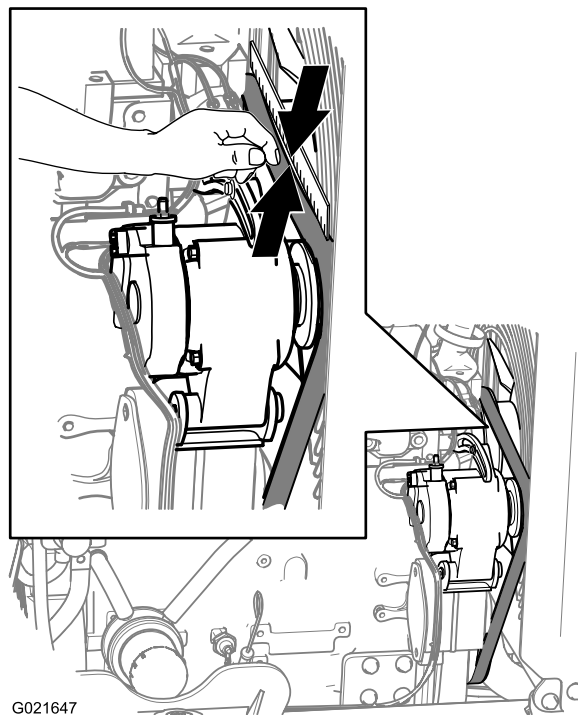

Рисунок 147
3. Осмотрите ремень на наличие порезов, трещин, ослабленных нитей корда, масла, перекручивания или признаков чрезмерного износа (Рисунок 147).
3. Установите проверочную линейку на приводной ремень и шкивы, как показано на Рисунок 147.
4. Нажмите на ремень вниз в точке, расположенной посередине между шкивом вентилятора и шкивом генератора, как показано на Рисунок 147.